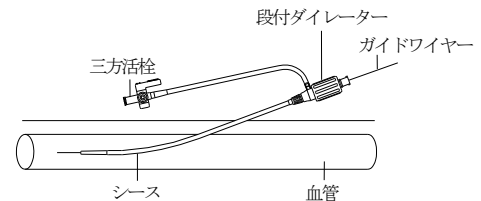

図3
9. 一体化したシース・段付ダイレーターを、外部に出ているガイドワイヤーを通して、できるだけ皮膚と平行になるようにして血管内に挿入する（図3参照）。